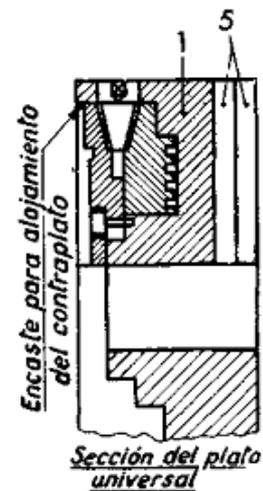

Figura 1
Fíjese en la figura 1 y observe la especial forma del cuerpo del plato (1) y las cavidades interiores para alojamiento de los mecanismos que hacen posible la fijación de piezas de distintos tamaños. Este cuerpo es de un acero especial de alta resistencia.
Al hacer rodar la corona según la flecha b de la figura 1, como consecuencia del giro comunicado por la llave, la espiral hace que las garras, que también llevan una rosca de este tipo en su parte inferior (8), se comporten como una tuerca, desplazándose según la rosca de la corona y a lo largo de las guías del plato, según la flecha c de la figura 1.